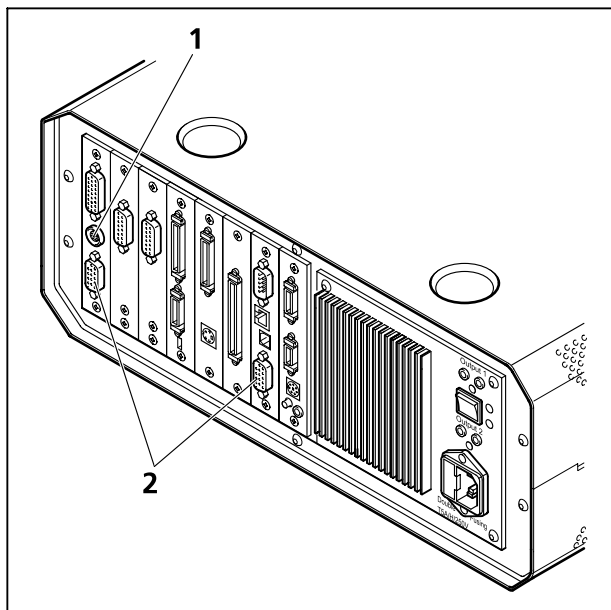
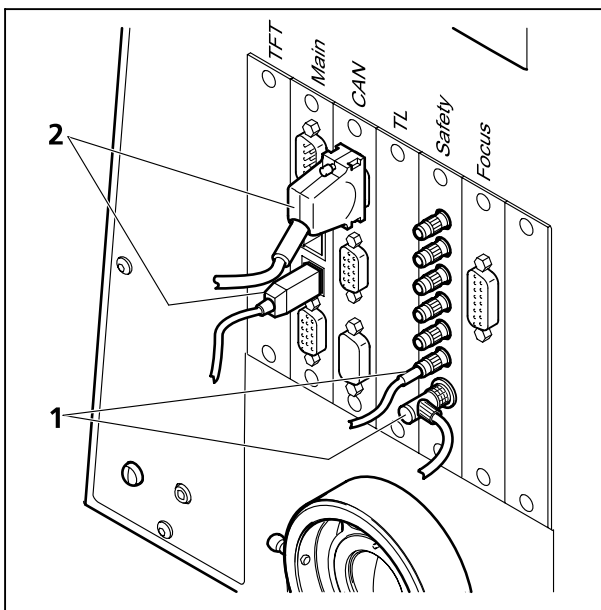
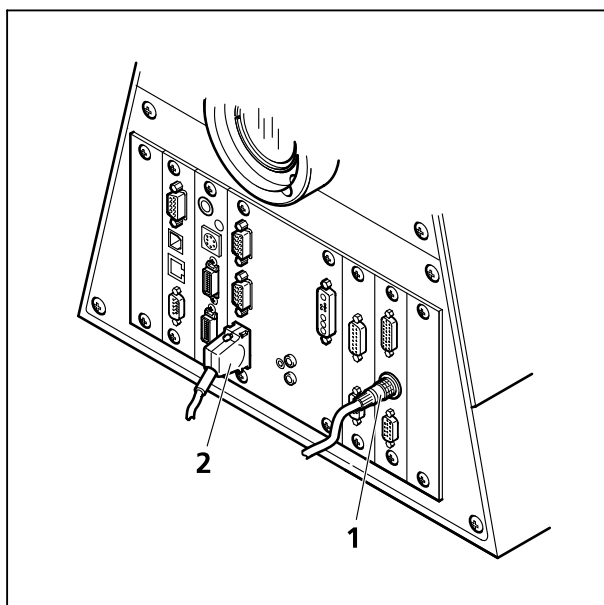

Fig. 1-24 Caja electrónica del Axio Examiner con conector principal para la interfaz de seguridad (1) y las conexiones CAN (2)
Fig. 1-25 Conector desde el Axio Imager.Z2 a la interfaz de seguridad (1) y la parte electrónica (2)
Fig. 1-26 Conector desde el Axio Observer.Z1 a la interfaz de seguridad (1) y la parte electrónica (2)
1. El conector que une el microscopio con la interfaz de seguridad del sistema se encuentra o en la caja de seguridad (Safety-Box) adicional (Axio Examiner, Fig. 1-24/1) o en el lado posterior del microscopio (Axio Observer.Z1 o Axio Imager.Z2; Fig. 1-25/1 y Fig. 1-26/1). Una vez cambiado el módulo de barrido, hay que sacar este conector del microscopio no utilizado para enchufarlo en el microscopio a usar.
2. Las conexiones CAN correspondientes en los microscopios pueden verse en la Fig. 1-24/2, la Fig. 1-25/2 y la Fig. 1-26/2. El conector del microscopio ya no utilizado se saca del módulo electrónico para enchufar en su lugar el conector del microscopio a utilizar.